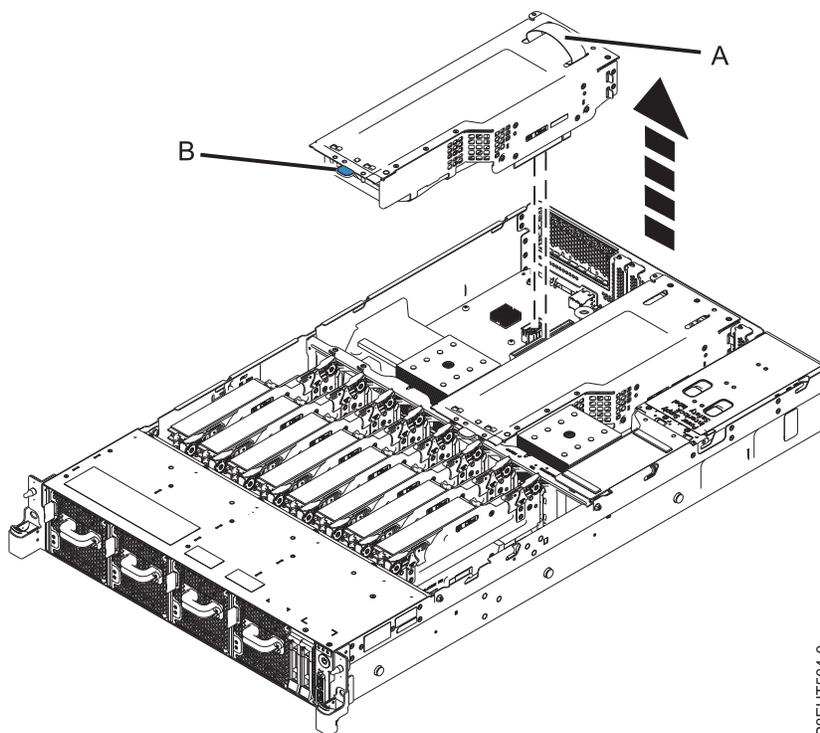

Figura 40. Extracción de la tarjeta de expansión PCIe
3. Utilizando la cinta azul y el punto táctil azul, quite la tarjeta de expansión PCIe del sistema. Consulte la Figura 40.